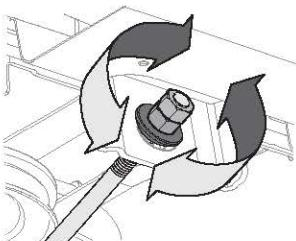

Figure 37
4. Pour relever l'avant du plateau de coupe, desserrez l'érou supérieur, puis resserrez l'érou inférieur (tournez vers la droite) (Figure 37). Une fois le réglage approprié effectué, serrez l'érou supérieur à un couple de 25-30 pi-lb (34-41 N-m).
5. Pour abaisser l'avant du plateau de coupe, desserrez l'érou supérieur, puis l'érou inférieur (tournez vers la gauche) (Figure 37). Une fois le réglage approprié effectué, serrez l'érou supérieur.